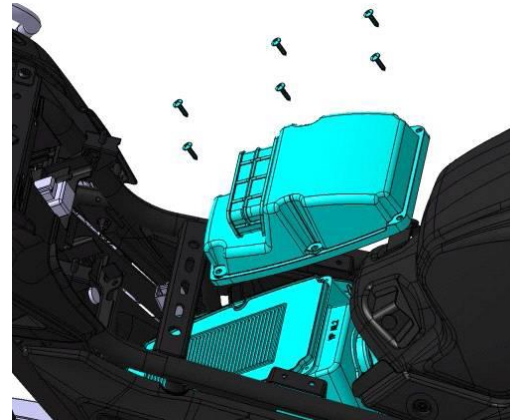

Figura 2
- Retire los 6 tornillos de la parte superior de la caja del filtro, retire la tapa de la caja y luego el elemento del filtro como muestra la figura 2.